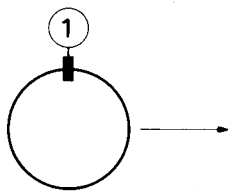
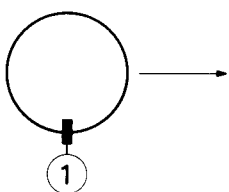

Fig. 4a
Fig. 5a
3. Die Kreuzung der mittleren horizontalen blauen und roten Linie und die Kreuzung der mittleren vertikalen blauen und roten Linie beheben, indem die Ablenk-Unit in vertikale Richtung gekantelt wird. Steht die Ablenk-Unit in der richtigen Stellung, dann den Gummikeil ①, von dem der Papierstreifen nicht entfernt worden ist, an der Oberseite (Abb. 4a) oder der Unterseite (Abb. 5a) anbringen. Abb. 4a zeigt die Situation, in der die Ablenk-Unit nach oben gekantelt wurde und Abb. 5a gibt an, dass die Unit nach unten gekantelt wurde.